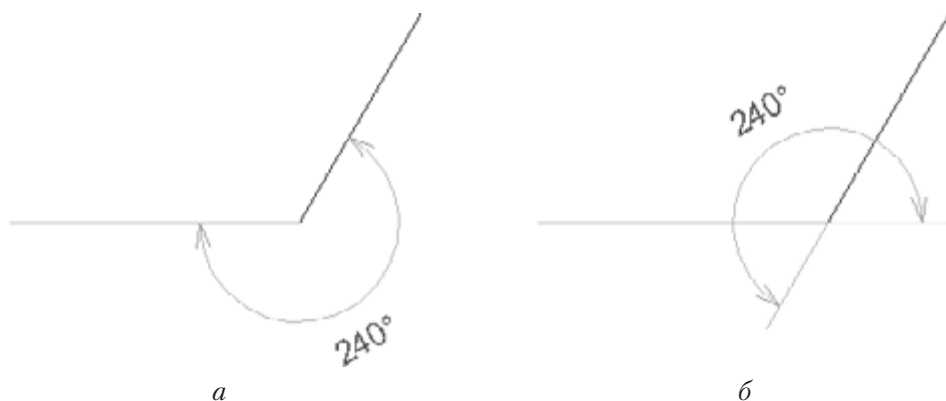

Рис. 10.12. Построение наружных угловых размеров
- ☑ размерная линия снаружи измеряемого угла — измеряется внешний угол (рис. 10.12, а);
- ☑ размерная линия внутри измеряемого угла — строится центральный угол, размер ставится снаружи него (рис. 10.12, б).